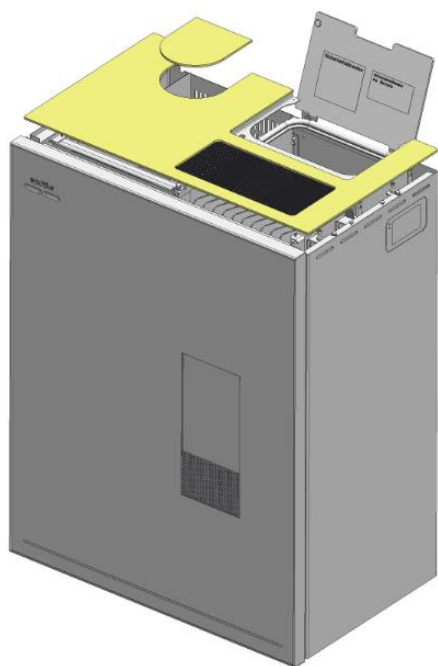

Abb. 15: Demontage Deckel
2. Deckel vorsichtig anheben, anschließend nach oben abnehmen und auf einer kratzfesten, weichen Unterlage ablegen (Abb. 15).